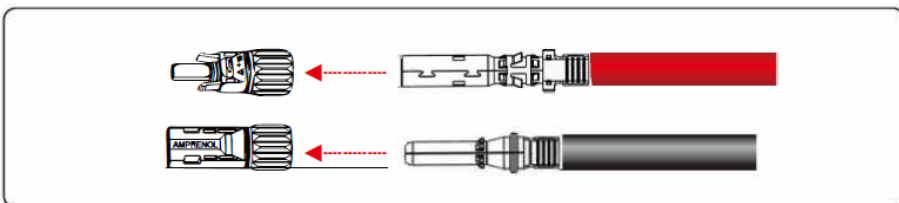

Figura 5.13 Conexión de los conectores positivo y negativo
Paso 3 Inserte los cables de alimentación positivos y negativos en los conectores positivos y negativos correspondientes hasta que se oiga un "clik", como se muestra en la figura 5.13.